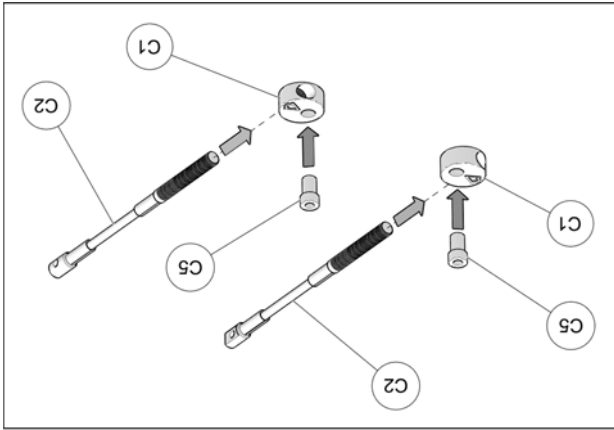

Fig. 19
9. Assembler les câbles des limiteurs de conduite (C2), les disques en aluminium (C1) et les bagues espacateurs (C5) tel que montré à la Fig. 19